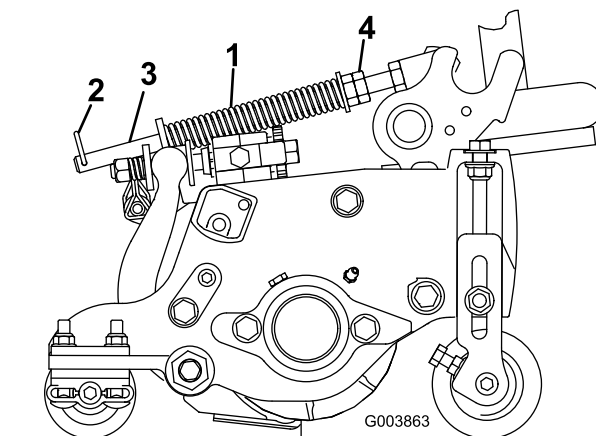

Figura 13
1. Verificate che la coppia sia montata nel foro posteriore dell'asta della molla (Figura 13).
2. Serrate i dadi esagonali sul lato anteriore dell'asta della molla, finché la lunghezza compressa della molla non è di 15,9 cm (Figura 13).